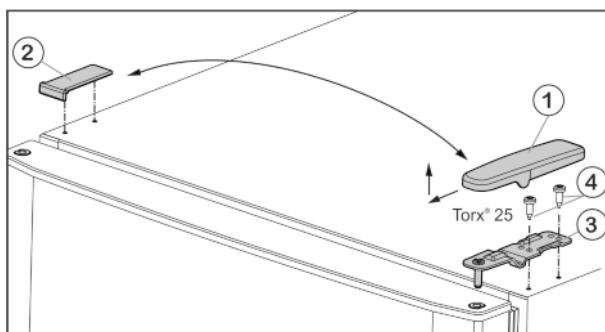

Fig. 6
- Изтеглете капака Fig. 6 (1) напред и нагоре.
- Свалете капака Fig. 6 (2).
- Развийте горната лагерна стойка Fig. 6 (3) (2 x Torx® 25) Fig. 6 (4) и издърпайте нагоре.
- ▶ Поставете горната лагерна опора Fig. 6 (3) върху новата страна на пантите във вратата.
- ▶ Затегнете горната лагерна опора **здраво (с 4 Nm)** (2 x Torx® 25) Fig. 6 (4). Евентуално използвайте акумулаторна отвертка.
- ▶ Поставете капака Fig. 6 (1) от срещуположната страна отвън и го фиксирайте.
- ▶ Поставете капака Fig. 6 (2) също от срещуположната страна отгоре и го фиксирайте.